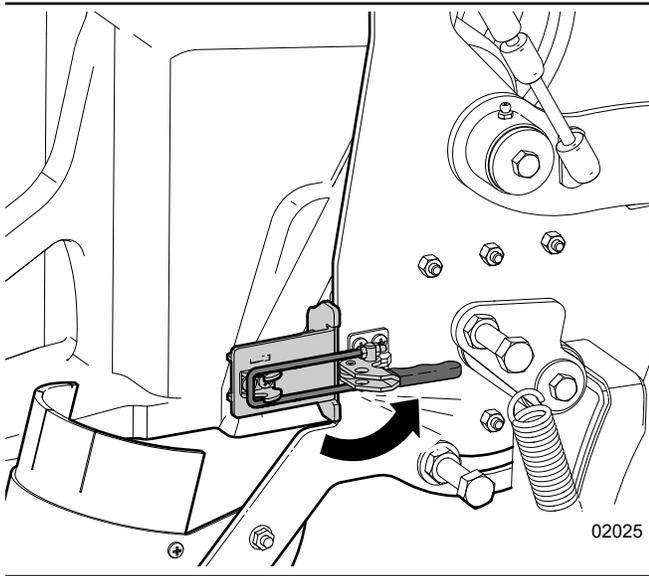

Fig. 22 – Loquet du support
Pour plus d'informations, consultez Fig. 22 à la page 33.
5. Fermez le loquet sur le loquet de l'adaptateur pour fixer la scie à chaîne au support. Consultez Fig. 22.